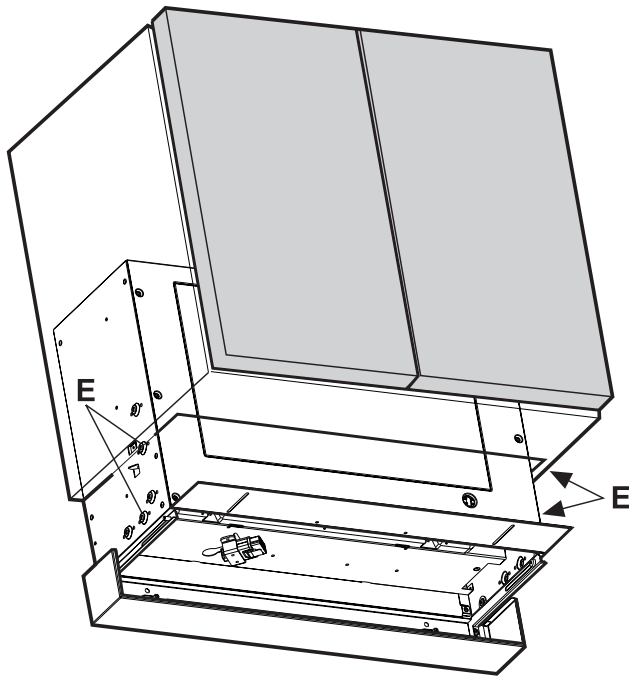
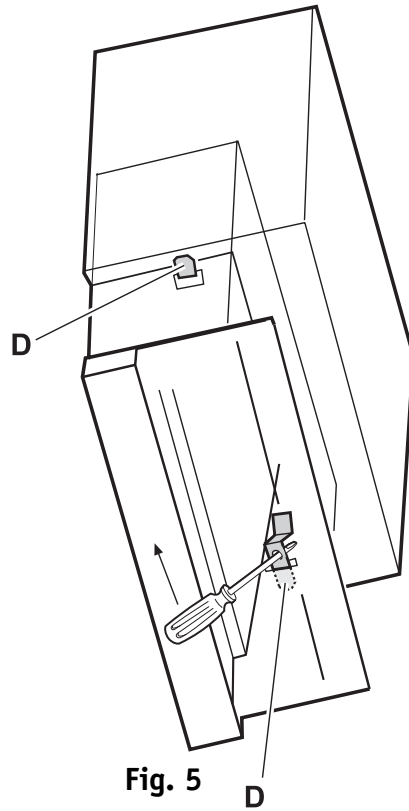
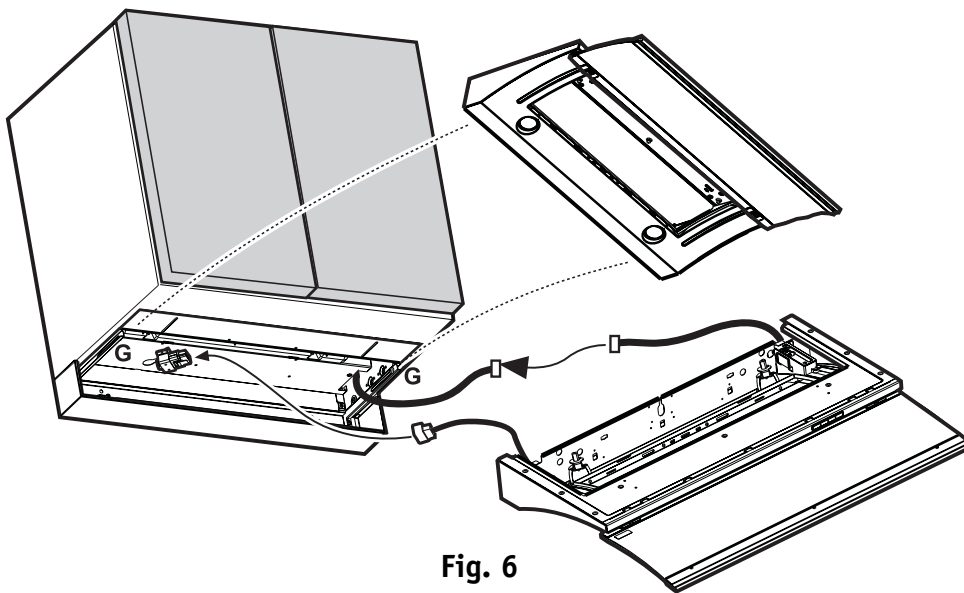

Fig. 4
Fig. 5
Fig. 6
4. Plasser ventilatorkassen i kjøkkenskapet (Fig. 4). Den kan midlertidig holdes i posisjon ved hjelp av sidefjærene **D** (Fig. 5), som skal plasseres i blindhullene på Ø 5 mm. Dette skjer ved å trykke sidefjærene mot innsiden av ventilatorkassen ved å jekke med en skrutrekker.
5. Kontroller at skinnene **G** (Fig. 6) er helt parallelle i forhold til den nedre kanten på kjøkkenskapet. Deretter festes ventilatorkassen definitivt til sidene på kjøkkenskapet med 4 skruer (**E** - Fig. 4 - to på hver side). Skruene skal settes i kjøkkenskapet **fra innsiden av ventilatorkassen** i de 4 blindhullene på Ø 2 mm som ble laget tidligere (se operasjon 3).
6. Plasser den nedre delen av ventilatoren på skinnene **G** på brakettene og foreta de elektriske tilkoblingene til ventilatorkassen (Fig. 6).